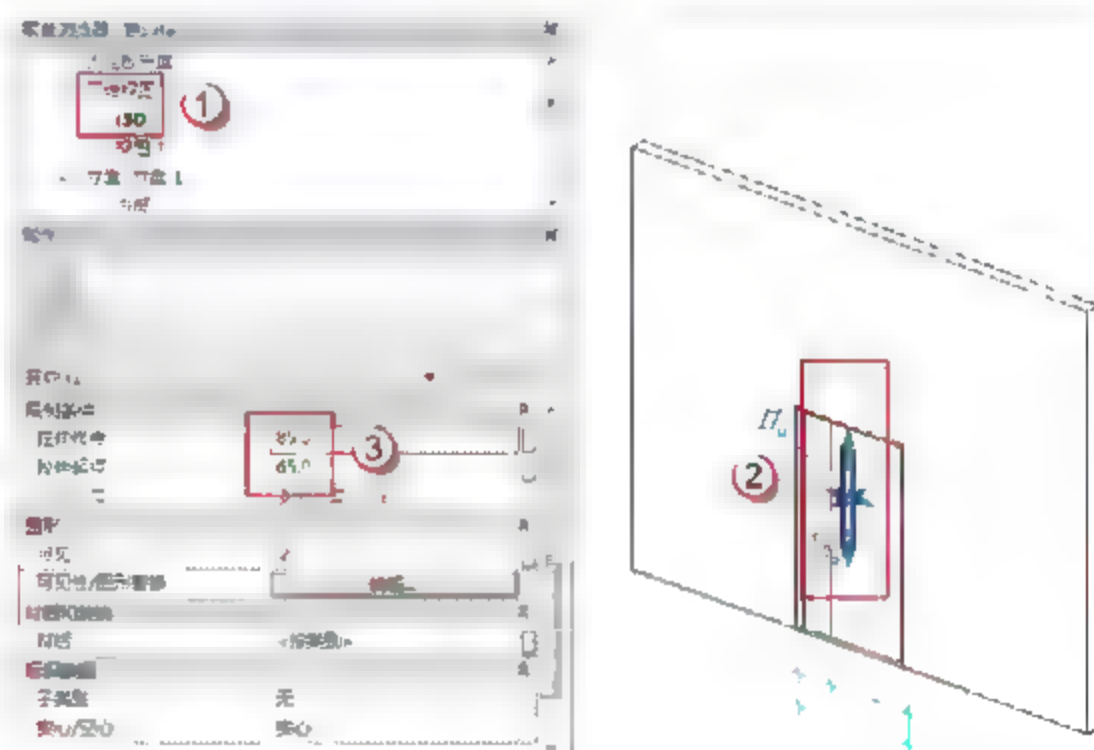

图 6.2.25 FM1534 乙上部窗户玻璃的位置及厚度
(23) 修改 FM1534 乙上部窗户玻璃的位置及厚度。选择“项目浏览器”中的“立面(立面1)”→“{3D}”选项，可以进入窗洞的 3D 视图。选择绘制好的玻璃，打开“属性”面板，在“拉伸终点”中输入“85”字样，在“拉伸起点”中输入“65”字样，如图 6.2.25 所示。